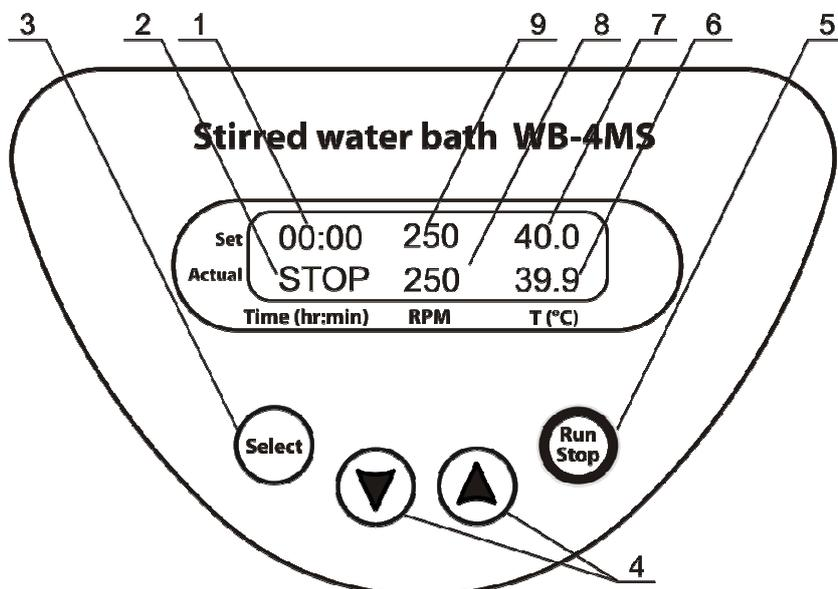

Abb. 1 Steuerung
- Zuvor eingestellte Zeit (Abb. 1/1), eingestellte Geschwindigkeit des Magnetrührelements (Abb. 1/9) und eingestellte Wassertemperatur (Abb. 1/7) in der oberen Zeile (Einstellen).
- Zeitanzeige (STOP Abb. 1/2), aktuelle Geschwindigkeit des Magnetrührelements (Abb. 1/8) und aktuelle Wassertemperatur (Abb. 1/6) in der unteren Zeile (Einstellen);
- 4.4. Einstellungen. Drücken Sie die Taste **Select** (Auswahl) (Abb. 1/3), um die zu ändernden Parameter auszuwählen. Mit jedem Drücken auf die Taste **Select** (Auswahl) aktivieren Sie nacheinander die Parameter. Der aktive Parameter blinkt.
Benutzen Sie die Tasten ▲ und ▼ (Abb. 1/4), um den gewünschten Wert einzustellen. Wenn Sie die Taste länger als 2 Sek gedrückt halten, wird die Schrittweite erhöht.
- 4.5. Temperatureinstellung. Aktivieren Sie den Temperaturparameter T(°C) (Abb. 1/7) durch Drücken der Taste **Select** (Auswahl).
Benutzen Sie die Tasten ▲ und ▼ (Abb. 1/4), um die gewünschte Temperatur einzustellen. Wenn Sie die Taste länger als 2 Sek gedrückt halten, wird die Schrittweite erhöht.
Das Aufheizen beginnt. Der aktuelle Temperaturwert wird in der unteren Zeile des Displays angezeigt (Abb. 1/6).
- 4.6. Einstellung der Rotationsgeschwindigkeit des Magnetrührelements. Drücken Sie mehrmals auf die Taste **Select** (Auswahl), bis der RPM-Parameter (Abb. 1/9) aktiviert ist.
Benutzen Sie die Tasten ▲ und ▼ (Abb. 1/4), um die gewünschte Rotationsgeschwindigkeit des Magnetrührelements einzustellen (von 250 bis 1000 rpm). Wenn Sie die Taste länger als 2 Sek gedrückt halten, wird die Schrittweite erhöht. Der aktuelle Geschwindigkeitswert wird in der unteren Zeile des Displays angezeigt (Abb. 1/8).
- 4.7. Zeiteinstellung Drücken Sie die Taste **Select** (Auswahl), um den Zeitparameter (h:min) (Abb. 1/1) zu aktivieren.
Benutzen Sie die Tasten ▲ und ▼ (Abb. 1/4), um das gewünschte Zeitintervall einzustellen. Wenn Sie die Taste länger als 2 Sek gedrückt halten, wird die Schrittweite erhöht.
- 4.8. Drücken Sie die Taste **Run/Stop** (Laufen/Stop), (Abb. 1/5), um den Timer zu starten. Das verstrichene Zeitintervall wird in der unteren Zeile des Displays angezeigt (Abb. 1/2).
Achtung! Das Stoppen des Timers stoppt nicht den Aufheiz- bzw. Temperaturerhaltungsvorgang. Das Aufheizen wird gestoppt, wenn Sie mithilfe der Taste ▼ T, °C (Abb. 1/4) die Temperatur unter 25°C reduzieren (AUS-Anzeige erscheint auf dem Display).